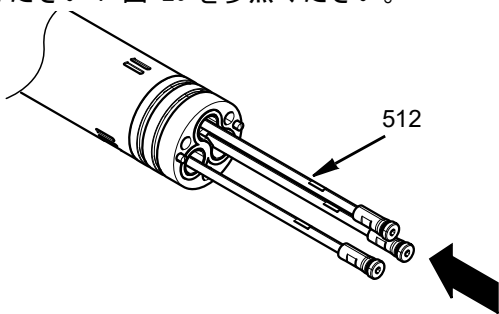

図 29
9. ロッドシャットオフバルブ (512) をアダプターからセントラルボディに挿入します。以下を参照してください: 図 29 を参照ください。